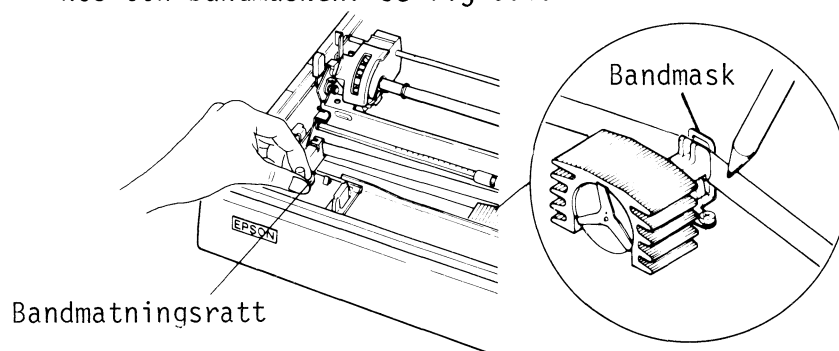

Fig 3.4 Isättning av färgband
- 4) Placera bandet försiktigt och i rätt läge mellan skrivhuvudets nos och bandmasken. Se fig 3.4.
- 5) Bandet sträcks genom moturs vridning av matningsratten på kassetlådan. Se fig 3.4.